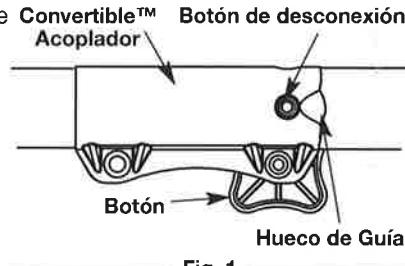

Fig. 1
2. Oprima y sostenga oprimido el botón de liberación (Fig. 1).
- NOTA:** La alineación del botón de desconexión con la guía ayuda en la instalación (Fig. 1).